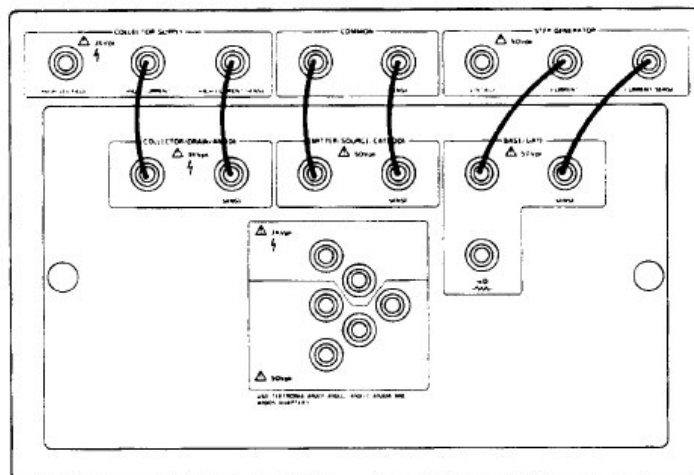

图 3-9 测量双极晶体管特性的适配器面板和辅助面板连接
- c. 如图 3-9 所示在适配器和辅助面板间使用辅助软线进行连接。